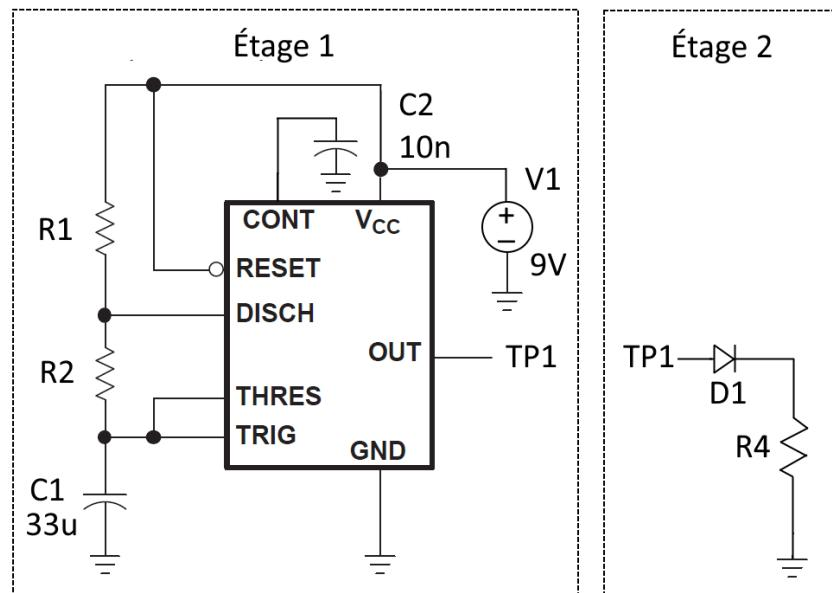

Figure 10 : Circuit de test étage 1 et 2
- 6) Fermez la source d'alimentation et ajouter l'étage 3 qui a été monté précédemment, voir Figure 10.